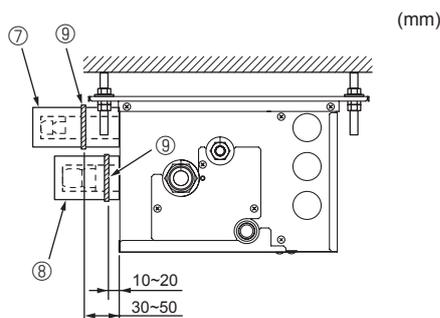

Fig. 7-4
- ⓔ Rem ⑨
- ⓖ Røraftæknings ③ ④ ⑤ ⑥
► Brug følgende fremgangsmåder til de dele af forgreningsdåsen, som ikke er forbundet til en indendørsenhed. (Fig. 7-4)
- (1) Kontrollér, at de koniske møtrikker er strammet i overensstemmelse med de i Tabel 3 angivne tilspændingsmomenter, så kølemiddellækager forhindres.
- (2) Monter røraftækning ⑦ ⑧, og fastgør dem med de medfølgende remme ⑨, så kondensdannelse forhindres.